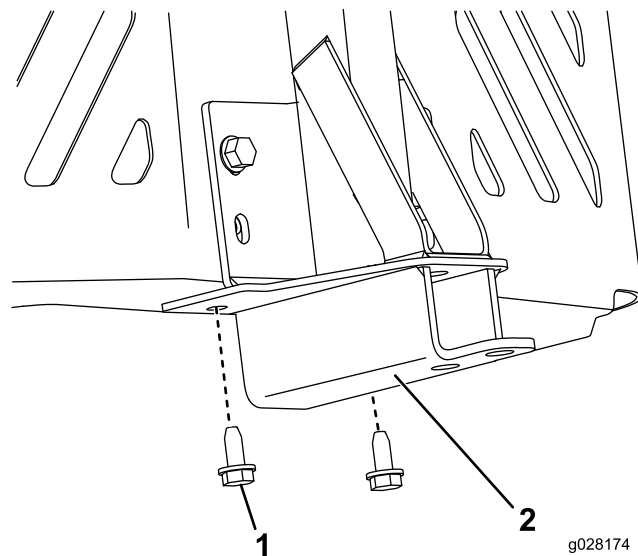

Figura 16
- 3. Rimuovete le 2 viti autofilettanti preesistenti dalla parte inferiore del telaio della macchina (Figura 16).
- 5. Posizionate il telaio orientabile verso l'alto e fissate il telaio orientabile alla parte inferiore del telaio della macchina utilizzando 2 viti autofilettanti (5/16" x 3/4"), come illustrato nella Figura 16.